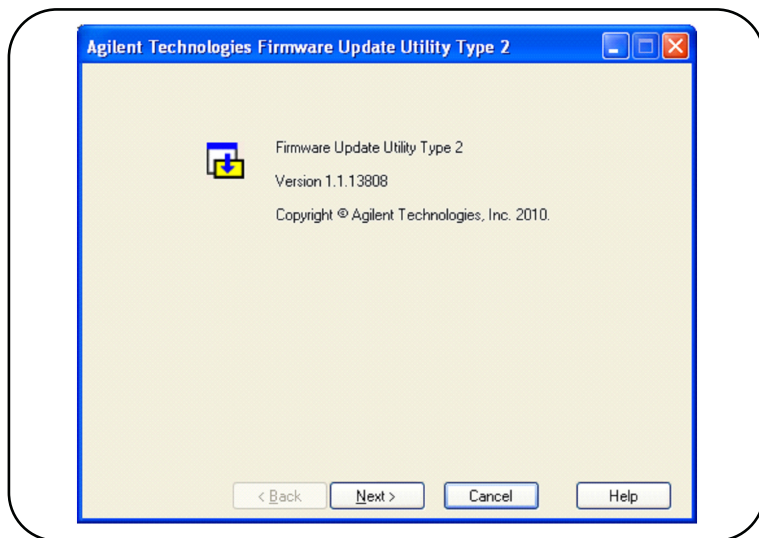

图 2-9. 固件更新实用程序的文件选择窗口。
1. 从安装目录或“start”菜单中，启动该实用程序。随即将显示如图 2-9 中所示的类似窗口。